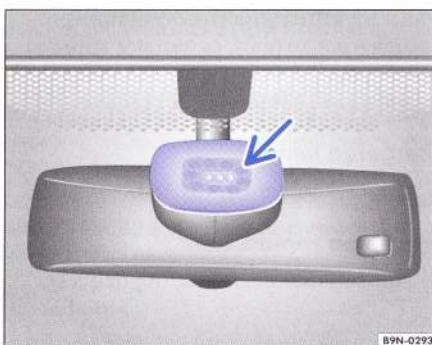

Fig. 47 Imagine de referință: Suprafața sensibilă a senzorului de ploaie.
- Lamelele ștergătoarelor deteriorate - o peliculă de apă depusă pe suprafața sensibilă ⇒ pagina 68, fig. 47" (săgeata) a senzorului de ploaie din cauza lamelelor deteriorate poate determina prelungirea duratei de funcționare, scurtarea considerabilă a intervalelor dintre ștergeri sau trecerea la ștergerea continuă.
- Insectele - apariția insectelor pe suprafața sensibilă ⇒ pagina 68, fig. 47" a senzorului de ploaie determină declanșarea ștergerii.
- Murdăria - praful uscat, ceara, depunerile de pe parbriz (efectul de lotus), resturile de substanțe de spălare pe suprafața sensibilă ⇒ pagina 68, fig. 47", pot determina o insensibilitate a senzorului de ploaie, la reacționarea prea târzie sau prea înceată a acestuia.
- Fisură în parbriz - o lovitură de piatră pe suprafața sensibilă ⇒ pagina 68, fig. 47" declanșează un ciclu de spălare, dacă senzorul de ploaie este activat. Apoi, senzorul de ploaie recunoaște diminuarea suprafeței sensibile și se reglează în funcție de aceasta. În funcție de mărimea loviturii de piatră, comportamentul senzorului se modifică.
LED-urile din interiorul senzorului emit o lumină infraroșie invizibilă, reflectată de exteriorul parbrizului și măsurată de fotodiode ⇒ pagina 68, fig. 47" (săgeata). Dacă lumina ajunge nestingherită înapoi la fotodiodă, parbrizul este uscat. O peliculă de apă sau picăturile de pe parbriz întrerup lumina transmisă, iar fotodioda măsoară o pierdere de lumină, ceea ce acționează sistemul electronic al ștergătoarelor. Deoarece aceste măsurări se produce permanent, sistemul electronic poate acționa în mod optim intervalele de ștergere.